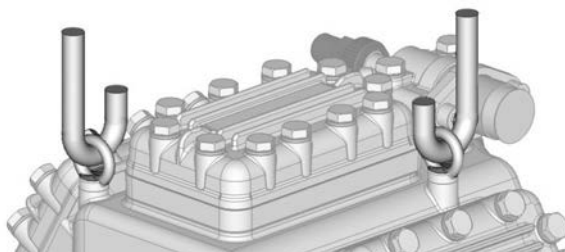

Fig. 4
- Possibilità di trasporto e di sospensione tramite i due golfari di trasporto (fig. 4).